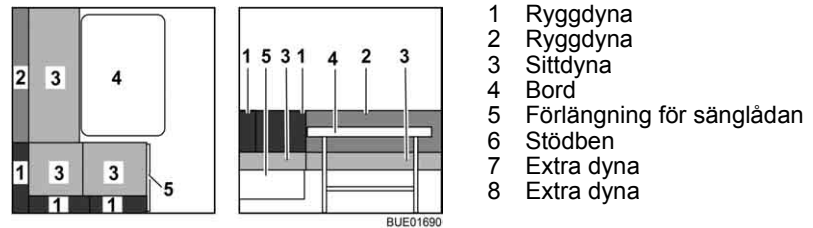

Bild 110 Före ombyggnaden
- Bygg om bordet (Bild 110,4) till sängbotten (se avsnitt 6.12).
- Tag bort ryggdynorna (Bild 110,1 och 2) och lägg dem åt sidan.